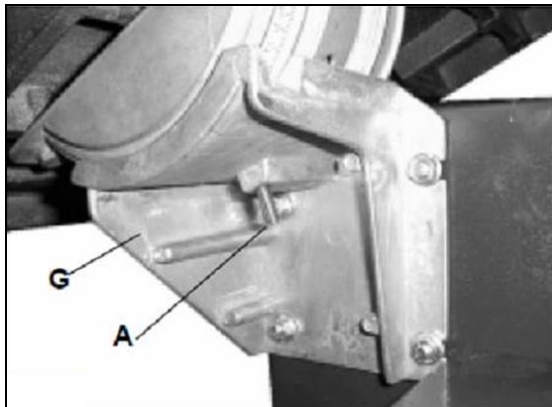

Fig 4
Entfernen Sie die Flügelmutter (C) von der Flachrundschraube (A). Montieren Sie den Tisch auf die untere Tischwippe (G). Dazu die Flachrundschraube durch die Bohrung führen und die Flügelmutter anbringen und festziehen. (Fig 4)